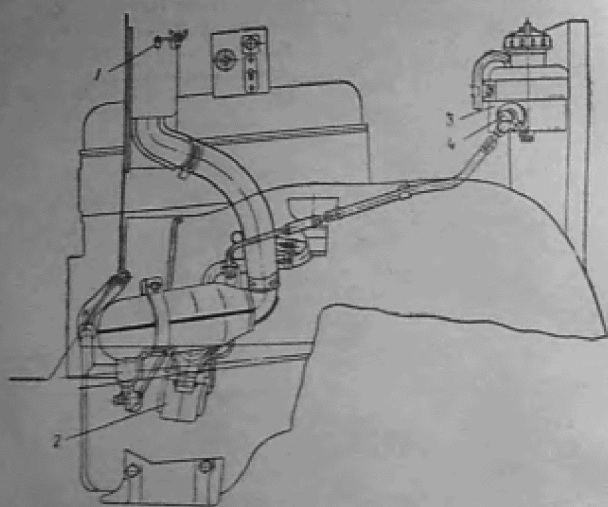
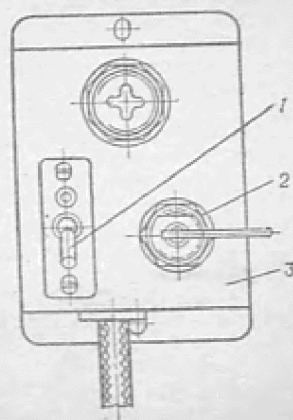

Рис. 1. Предпусковой подогреватель автомобиля УАЗ-469:
Рис. 2. Щиток управления предпусковым подогревателем:
- открой воздушную заслонку подогревателя рукояткой 1 (рис. 1), предварительно ослабь винт-барашек;
— включи переключатель 1 (рис. 2) на 15–20 сек и создай большие обороты вентилятора для продувки камеры сгорания;
— отверни на два оборота ручку крана 4 (рис. 1) подачи топлива и, спустя 3–5 сек, включи переключатель 1 (рис. 2) и создай малые обороты вентилятора; если вентилятор на малых оборотах не будет работать, что воз-
можно при температурах воздуха минус 30° С и ниже, переключи его на большие обороты, одновременно прикрой наполовину воздушную заслонку рукояткой 1 (рис. 1);
— как только услышишь первый хлопок (вспышка в камере сгорания подогревателя), переключи вентилятор переключателем 1 (рис. 2) на большие обороты или полностью открой воздушную заслонку рукояткой 1 (рис. 1), если она была прикрыта, при этом должен быть слышен ровный гул горения топлива в котле подогревателя; после того как подогреватель начнет работать устойчиво, отключи запальную свечу и немедленно залей через заливную воронку 3 л воды; если с первой попытки подогреватель не пустится, то немедленно перекрой подачу топлива, продуй, как было указано выше, камеру сгорания и газозходы котла и повтори пуск;